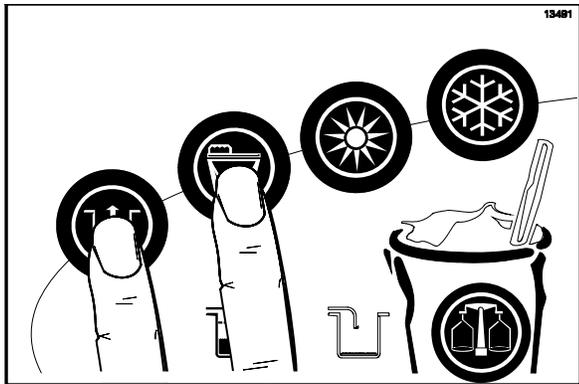

図160
15. WASH キー  と PUMP キー  を押して、これらのモードを解除し、ドローバルブを閉じます(図160を参照)。